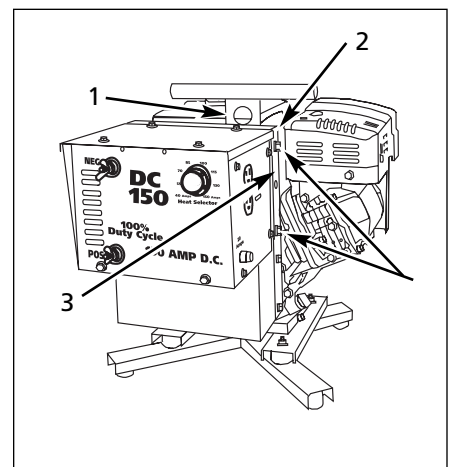

Figura 3 - 150
Si la correa o la polea del alternador patina, el arco comenzará con fuerza y se irá apagando a medida que el alternador pierde velocidad. Esto es notorio en ajustes de alto amperaje. La correa puede hacer o no un chillido o chirrido cuando patina. La correa debe estar ajustada y ceder muy poco cuando se la revisa con la mano después de quitar el protector de la correa (Vea la Figura 3, Referencia 1).
Para ajustar la correa (Vea la Figura 3):
- Retire el mango/cubierta de la correa (vea la Figura 3, Referencia 1). Afloje el pasador de cerrojo del alternador próximo al ventilador (vea la Figura 3, Referencia 2).
- Ajuste la correa introduciendo un destornillador en el orificio de ajuste y empujando hacia arriba en el espaciador detrás del pasador de cerrojo. Mantenga la tensión (Vea la Figura 3, Referencia 3).
2. Afloje los pernos de montaje (4) de la unidad de la soldadora (vea la Figura 3, Referencia 4) y mueva la unidad hacia delante y hacia atrás para lograr una alineación perfecta. Apriete los pernos de montaje con las correas alineadas.